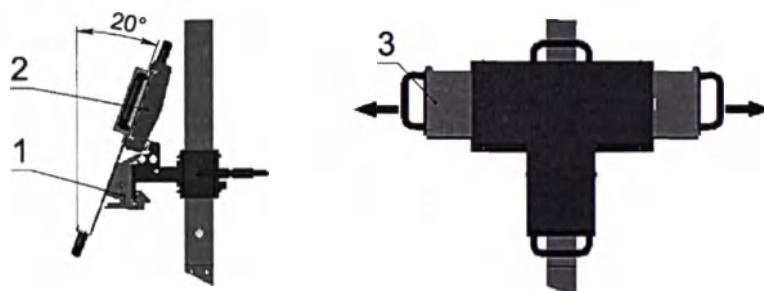

Рисунок 25
- нажмите кнопку фиксатора, которая находится внизу основания штатива (см. рисунок 25);